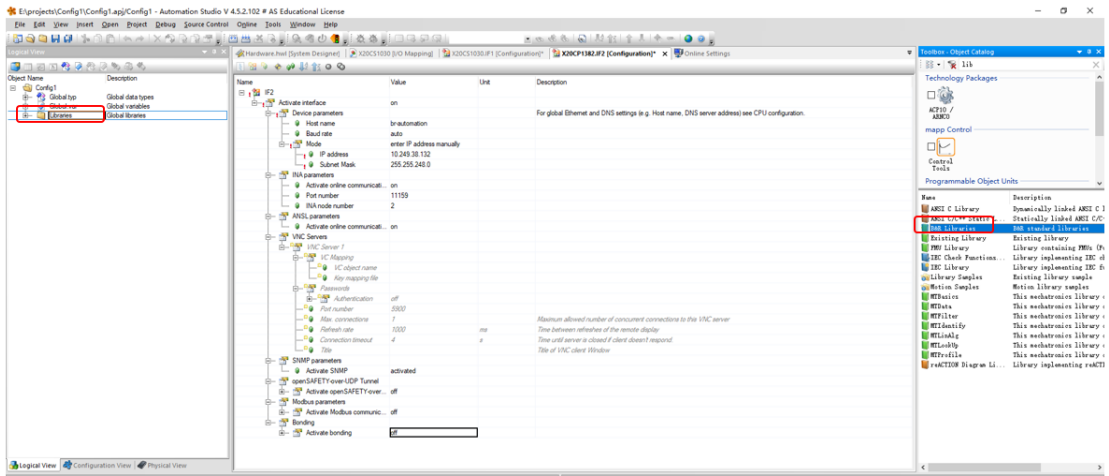
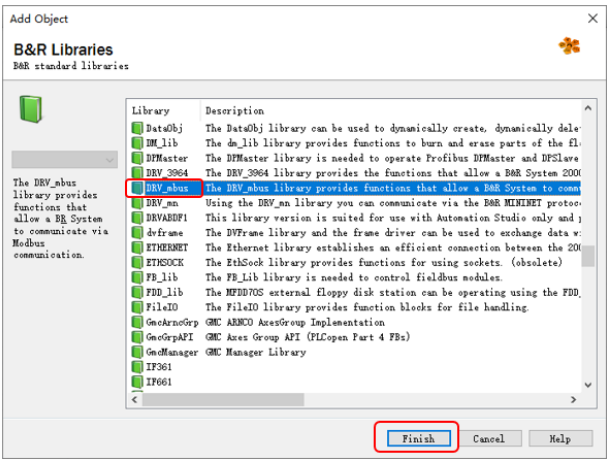
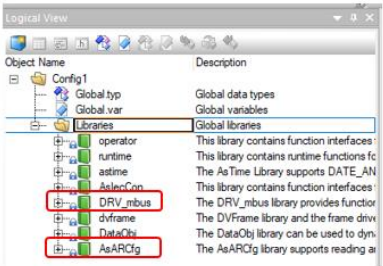

图1-26 查找 B&R Libraries
图1-27 添加 DRV_mbus 和 AsARCfg 函数库
图1-28 完成添加库函数
9.切换到逻辑视图，选中 Libraries，从右侧工具箱查找到 B&R Libraries，如图 1-26，双击或者将其拖动到左侧项目浏览器 Libraries 下。在弹出界面中，分别找到 DRV_mbus 和 AsARCfg 函数库，点击添加，如图 1-27。库函数添加完成后，如图 1-28 所示。